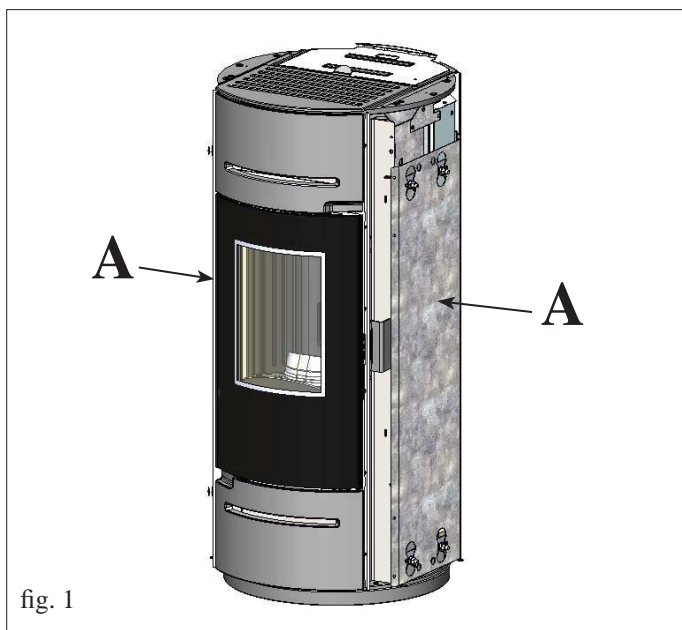

Fig. 1
A salamandra é entregue (fig. 1) já com os laços metálicos montados (A) para a fixação dos lados em vidro.